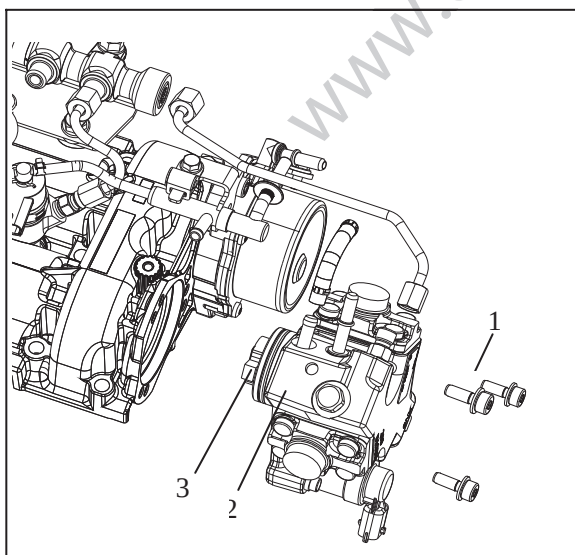

图 1-2
2.3 如图 1-2 用扳手拧松高压油泵总成连接螺栓（1）共 3 颗螺栓，向外拉出高压油泵总成（2），再向外拉的同时，轻轻扭动高压油泵总成（2），直到高压油泵总成上的连接块（3）完全脱离上缸盖。